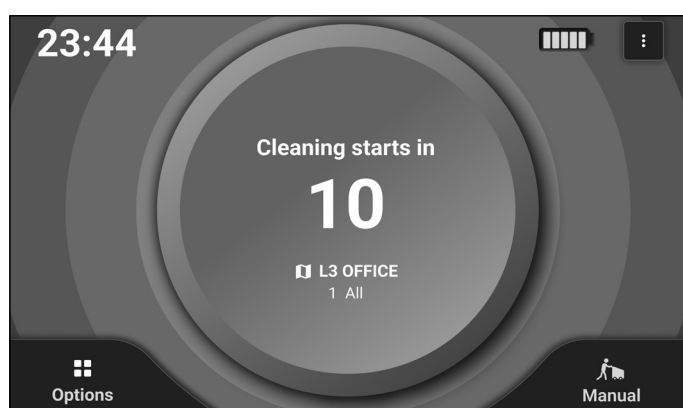

Abbildung 42
3. Wenn der MagicTag erfolgreich gescannt wurde, wird ein Countdown von 10 Sekunden angezeigt (Abb. 42) bevor die Reinigung beginnt.